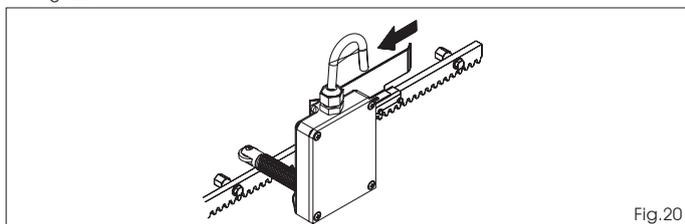

Fig.20
- 6) Repita las operaciones de los puntos 4 y 5 para el fin de carrera de cierre, Fig. 20.